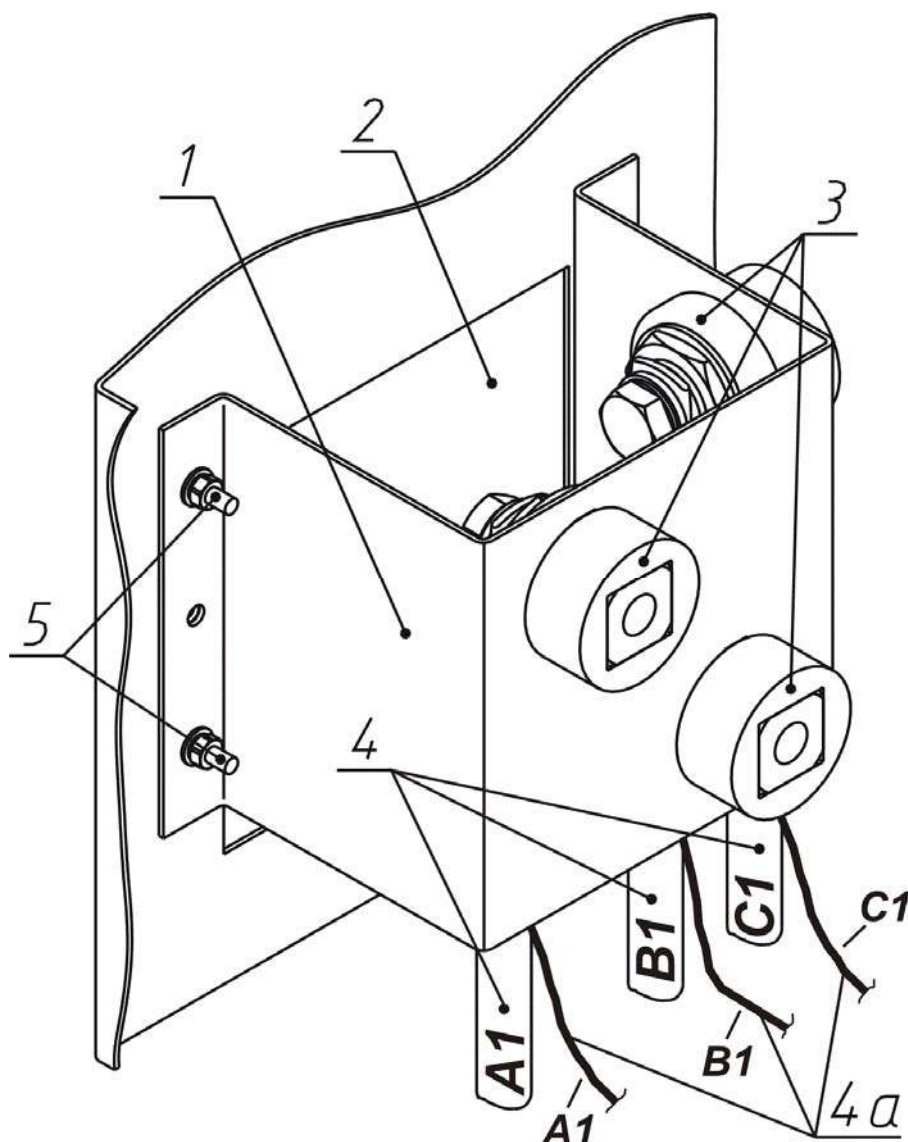

Рис.1
- демонтировать скобу поз.1 и крышку поз.2, закрывающую окно на передней панели, открутив 4 винтовых соединения поз.5 (смотри рисунок 1);